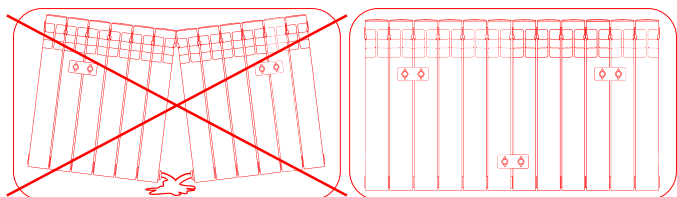

рис. 2
**3. Монт ж р ди тор н стену (рис. 2)**